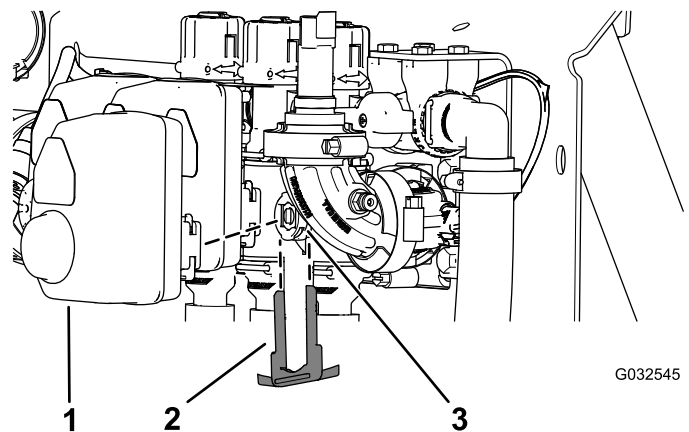

Figura 107
2. Rimuovete il fermo che fissa l'attuatore alla valvola del collettore per la valvola della sezione o dell'agitatore (Figura 107).